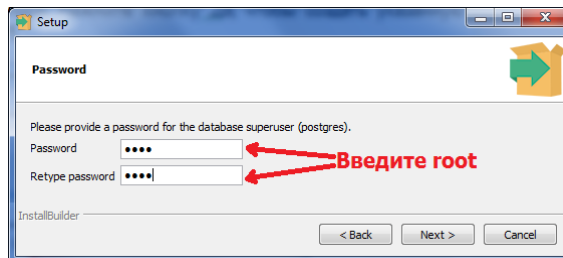

Рис. 3.6. Установка пароля для суперпользователя
6. Введите пароль для суперпользователя и нажмите кнопку Next (Рис. 3.6).